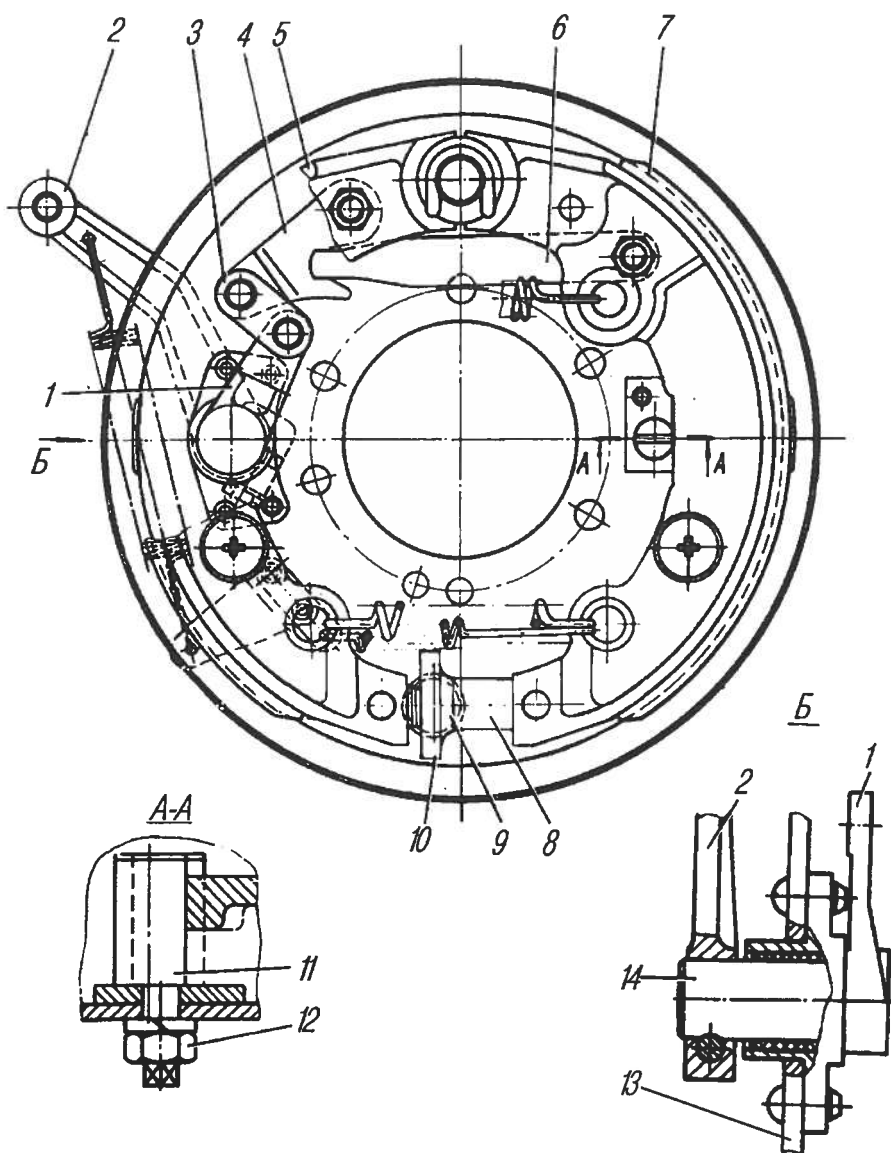

Рис. 79. Тормоз стояночный:
При торможении усилие передается от регулировочного рычага 11 (рис. 79) через рычаг 10, серьгу 12 на разжимной рычаг 13.
3. Отрегулировать зазор между правой колодкой и барабаном, для чего ослабить на пол-оборота стопорную гайку 8 (см.рис. 79) на эксцентриковом пальце 9 со стороны щита и, поворачивая палец ключом по часовой стрелке, установить зазор 0,3–0,5 мм. Зазор проверять щупом через щель в отражателе тормоза. Стопорную гайку затянуть, предотвращая поворот пальца.